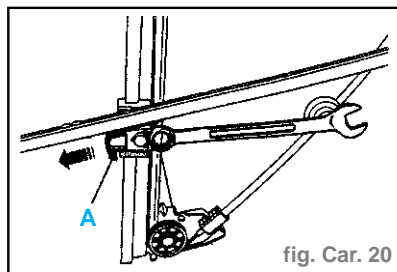

fig. Car. 20
- Déposer la fourchette de fixation (A) en écartant les ergots à l'aide d'une clé à œil de **13** (fig. Car. 20).